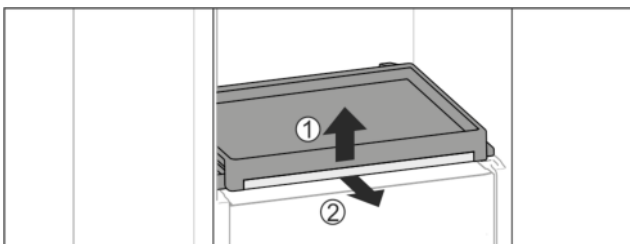

Fig. 95
- Auszugsbord mit Glasplatte entnehmen: Glasplatte vorne leicht anheben Fig. 95 (1) und nach vorne herausziehen Fig. 95 (2).